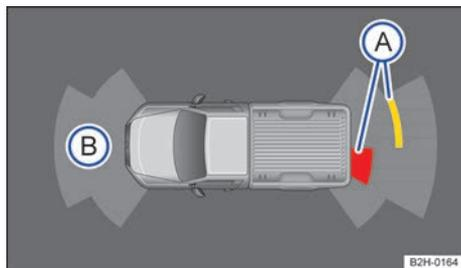
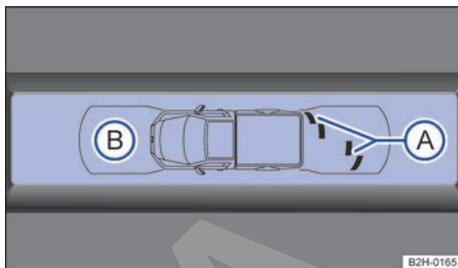

Fig. 115 Visualización del ParkPilot en la pantalla (pantalla a color): (A) Obstáculo detectado en el segmento. (B) Zona rastreada delante del vehículo.
Fig. 116 Visualización del ParkPilot en la pantalla (pantalla monocroma): (A) Obstáculo detectado en el segmento. (B) Zona rastreada delante del vehículo.
\Rightarrow fig. 115	Significado
La zona en la que se detectan obstáculos en la parte trasera del vehículo abarca una distancia de aprox. 160 cm hacia atrás y de aprox. 60 cm hacia los lados (A) y \Rightarrow fig. 116 (A).
La zona en la que se detectan obstáculos en la parte delantera del vehículo abarca una distancia de aprox. 120 cm hacia delante y de aprox. 60 cm hacia los lados \Rightarrow fig. 115 (B) y \Rightarrow fig. 116 (B). La zona situada detrás del vehículo se rastrea hasta una distancia de aprox. 160 cm hacia atrás y de aprox. 60 cm hacia los lados \Rightarrow fig. 115 (A) y \Rightarrow fig. 116 (A).
se aproximará el segmento a la representación del vehículo ⇒ fig. 115 (A) y ⇒ fig. 116 (A). Al mostrarse el penúltimo segmento, como muy tarde, se alcanza la zona de colisión. **¡No continúe la marcha!**